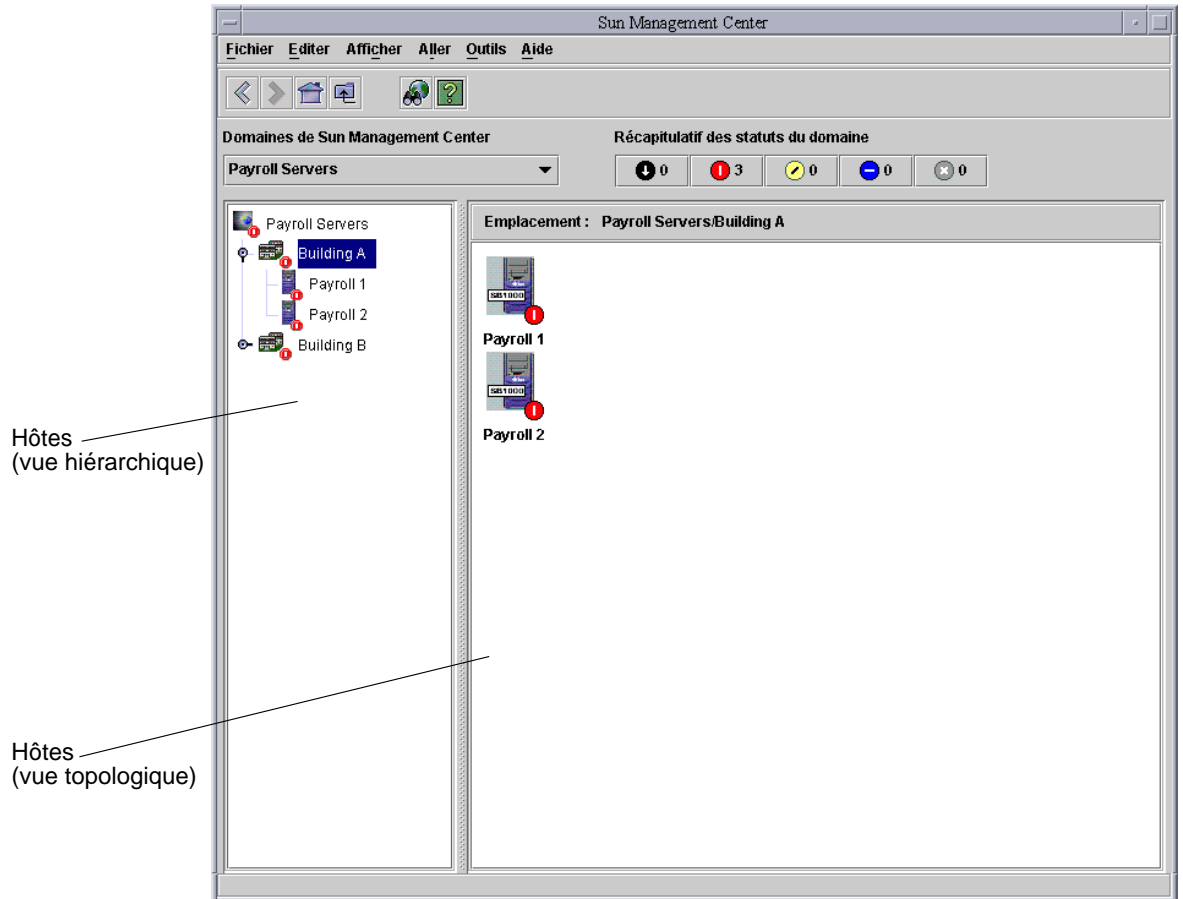

FIGURE 3-2 La fenêtre console principale de Sun Management Center
La fenêtre de console principale de Sun Management Center s'affiche (FIGURE 3-2).
1. Localisez l'hôte que vous voulez tester dans la fenêtre console principale de Sun Management Center (FIGURE 3-2).